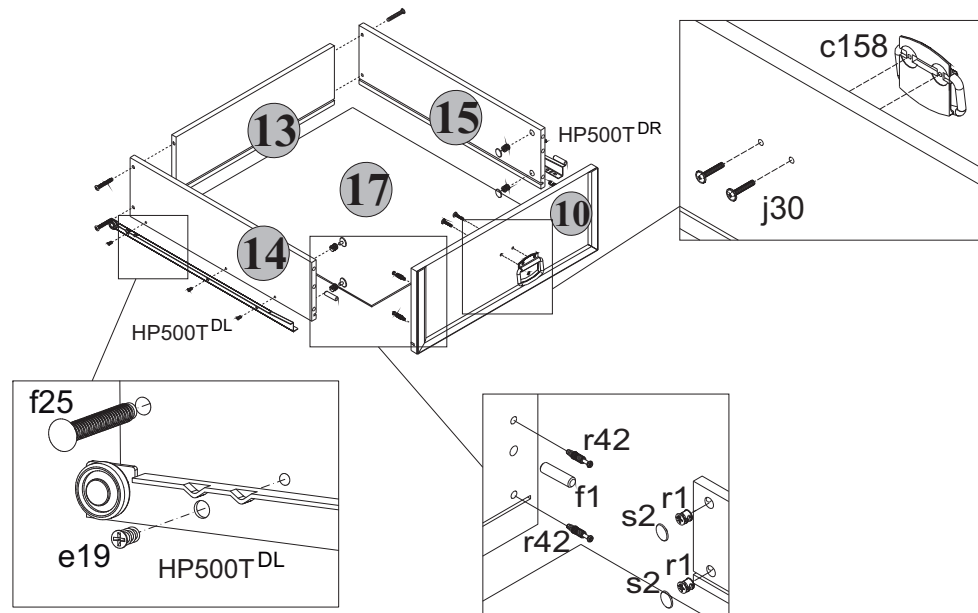

Рис. 3
- 5.23 В отверстия диаметром **8 мм** на передних кромках стенок боковых **14** и **15** ящиков вбить деревянные шканты **f1** (см.рис.3).
- 5.24 В отверстия диаметром **15 мм** на внутренних поверхностях стенок боковых **14** и **15** ящиков вставить стяжки эксцентриковые **r1** (см.рис.3).
- 5.25 В отверстия диаметром **5 мм** на внутренних поверхностях панелей ящиков **10** с помощью крестообразной отвертки вкрутить винты стяжки **r42** (см.рис.3).
- 5.27 Соединить панели ящиков **10** с корпусами ящиков и затянуть стяжки эксцентриковые **r1**, пользуясь специальным ключом **z1**. Закрепить стяжки эксцентриковые заглушками **s2** (см.рис.3).